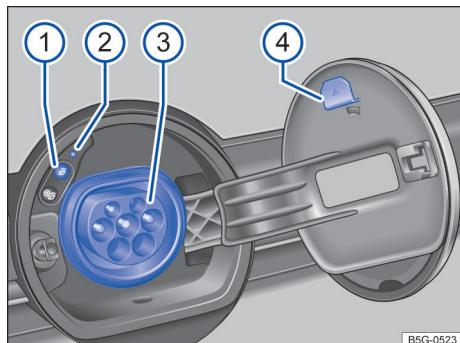

Fig. 161 Atrás da tampa do carregamento da bateria na grade do radiador: tomada de carregamento.
Legenda para → Fig. 161:
A bateria de alta tensão do veículo pode ser carregada pela respectiva tomada de carregamento com corrente alternada (CA) → Fig. 161 (3).
- No veículo destravado, pressionar a tampa do carregamento da bateria para abri-la → Fig. 161. Se houver, pendurar capa de proteção da tomada na tira.
Assim que o conector de carregamento é detectado, o indicador do processo de carregamento se acende em amarelo → Fig. 161 (2). No display do instrumento combinado é exibida a luz de controle .
O indicador do processo de carregamento na tomada de carregamento pulsa em verde → Fig. 161 ②.
Pressionar o botão de carregamento imediato → Fig. 161 ①. O conector de carregamento permanece travado. O processo de carregamento pode ser prosseguido, pressionando-se novamente o botão de carregamento imediato .